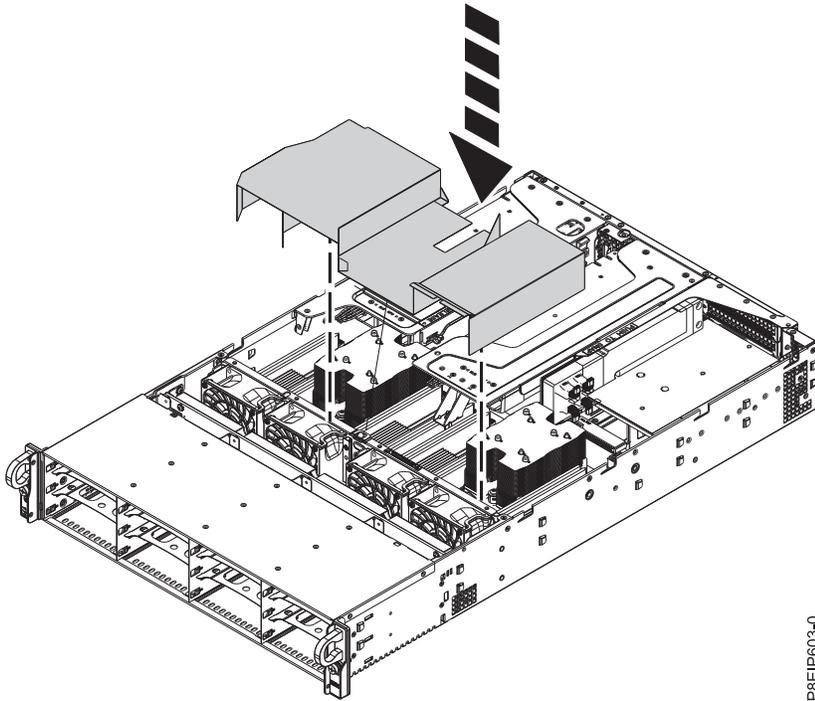

Figure 74. Installation du déflecteur d'air du processeur
19. Installez le déflecteur d'air du processeur. Insérez le bord du déflecteur dans le support de ventilateur, comme indiqué dans la figure 74, à la page 64. Appuyez ensuite avec soin sur le déflecteur pour le mettre en place.